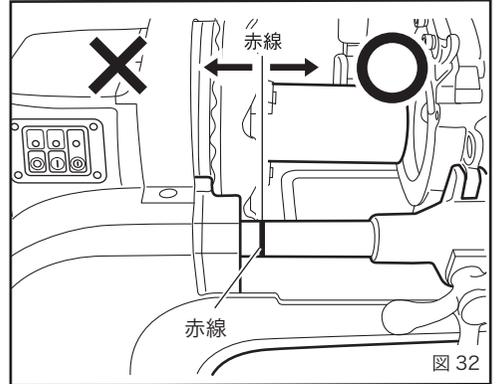

図 32
- ・受けパイプの赤線が往復台でかくれた位置からねじ切りを開始すると、ねじが切れ上がるまでに往復台が主軸台に当たり、事故や破損の原因になります。(図 32)
①希望するサイズにセットされているか確認してください。
受けパイプの赤線が往復台でかくれた位置からねじ切りを開始すると、ねじが切れ上がるまでに往復台が主軸台に当たり、事故や破損の原因になります。(P16 図 32)